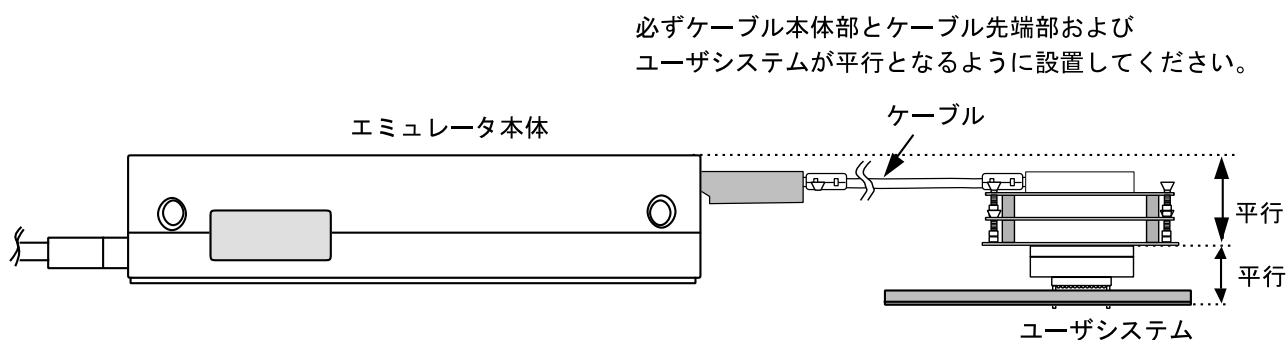

図15 設置例
- (1) ユーザシステムへの接続時には1ピン位置に十分注意して、誤接続は絶対にしないでください。
- (2) 本ユーザシステムインタフェースケーブルを使用する場合の推奨マウントパッド寸法は、MCU実装用マウントパッド寸法とは異なりますので注意してください。
- (3) 本ユーザシステムインタフェースケーブルは、HS2214EPI61Hエミュレータ専用ですので、他のエミュレータ本体には使用しないでください。
- (4) ケーブル本体部が断線する可能性がありますので、本ユーザシステムインタフェースケーブルの上に重いものや金属等の角の尖ったものを置かないでください。
- (5) ユーザシステムに接続した状態では、ユーザシステムインタフェースケーブル、特にケーブル先端部に無理な力が加わらないように注意する必要があります。図15の設置例を参照してご使用ください。